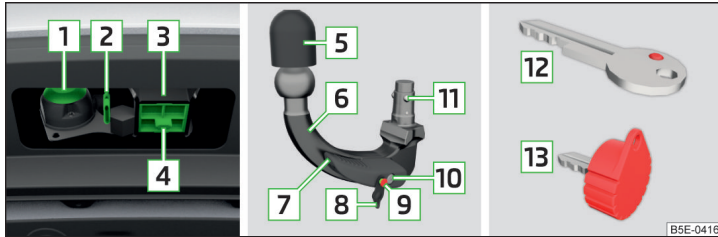

Abb. 297 Träger der Anhängervorrichtung / Kugelstange / Schlüsselvarianten
Träger der Anhängervorrichtung, Kugelstange und Schlüsselvarianten (ausstattungsabhängig) » Abb. 297
- › Die Abdeckkappe für den Aufnahmeschacht **4** nach unten abziehen » **Abb. 297 auf Seite 262**.